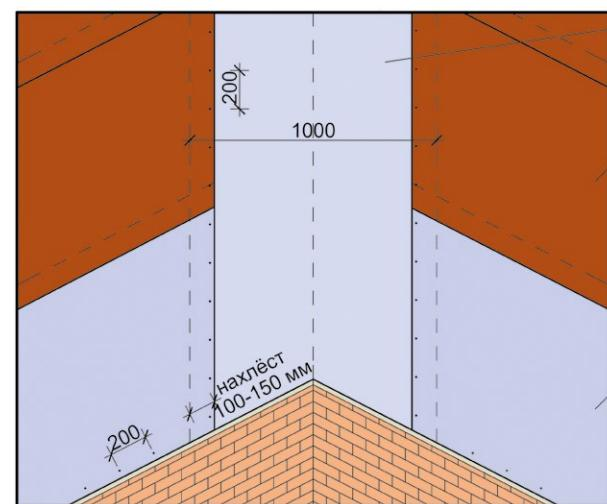

Рис. 12. Схема монтажа подкладочного ковра в ендове и на смежных скатах.
4.1.2 В первую очередь укладываются подкладочные ковры Döcke в месте устройства ендовы, если таковая имеется. Укладка подкладочного ковра в ендove показана на рис. 12.